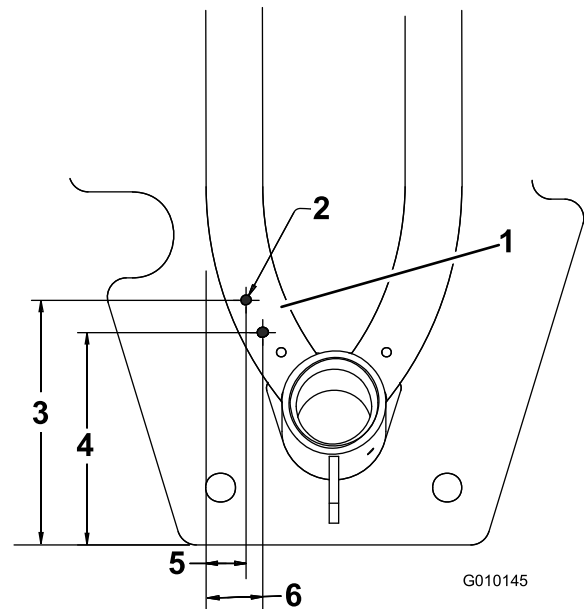

Figure 7
Remarque: La Figure 7 illustre la vue du dessous de la machine.
9. Utilisez le support de traversée comme guide ainsi que les dimensions indiquées à la Figure 7, et placez, marquez et percez 2 trous de 71 mm de diamètre dans le tube du cadre. Les dimensions indiquées à la Figure 7 concernent l'emplacement du support.